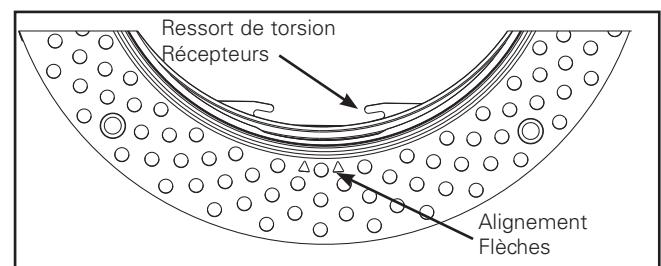

Figure 2.
- Localisez soigneusement le ressort de torsion à l'intérieur du boîtier et alignez les flèches de l'anneau à lattes de plâtre (Figure 2). Tout en maintenant la partie supérieure du boîtier, appuyez avec précaution l'anneau à lattes de plâtre sur le boîtier pour vous assurer que les quatre fixations s'alignent avec les encoches du boîtier.
- Appuyez uniformément sur toute la longueur et la largeur de la bride perforée afin d'assurer l'étanchéité avec le plafond. Serrez fermement les trois (3) vis hexagonales pour empêcher le déplacement vertical du collier. Respectez la durée de durcissement tel que recommandé par le fabricant de l'adhésif avant d'appliquer le composé à joints.